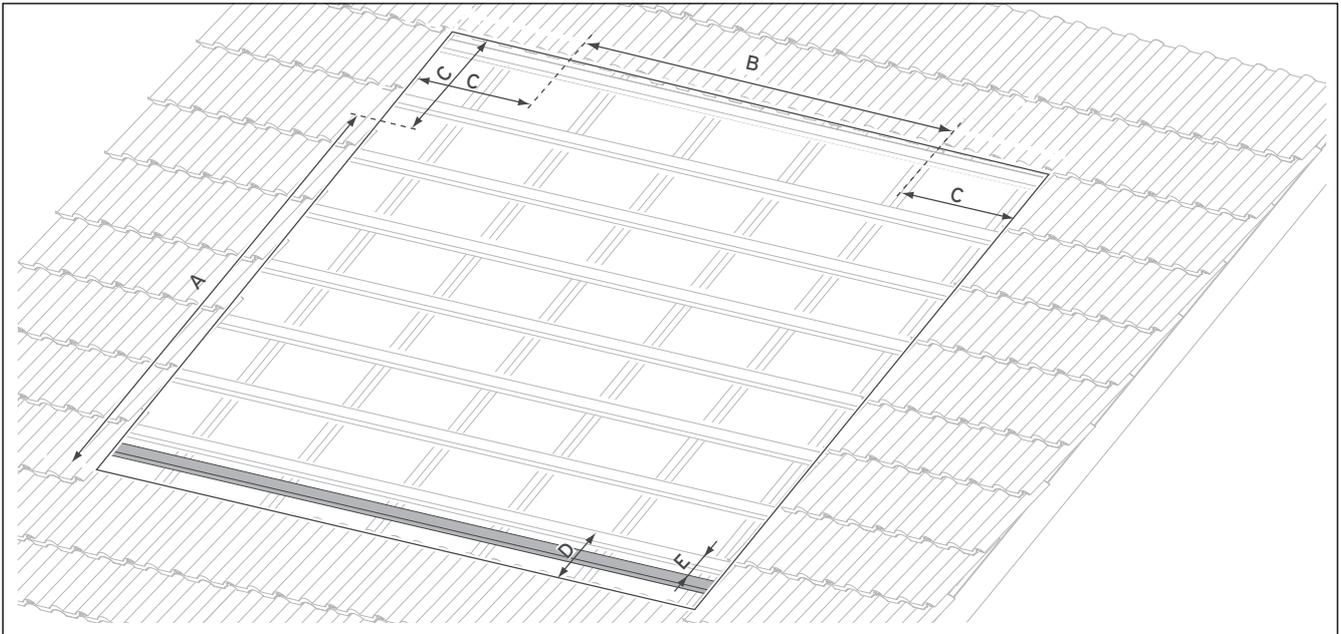

Abb. 5.7 Maße für Einbaufeld und für die Lage der Einbaulatten
- Legen Sie anhand der Maße → **Abb. 5.7, Tab. 5.5)** das Einbaufeld auf dem Dach fest.